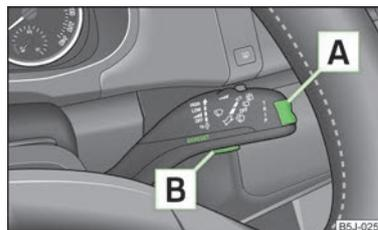

Fig. 6
La conmutación de las memorias se efectúa con la tecla **B** **»** fig. 6 de la página 13 en la palanca del limpiaparabrisas.
La tecla basculante **A** **»** fig. 6 y la tecla **B** se encuentran en la palanca del limpiaparabrisas.
» Pulsar ligeramente la tecla **B** **»** fig. 6.
» Pulsar brevemente la tecla basculante **A** **»** fig. 6 arriba y abajo. De ese modo se activan, una tras otra, las funciones individuales del indicador multifunción.
» Pulsar la tecla **B** **»** fig. 6 más tiempo.
Si la temperatura exterior disminuye por debajo de +4 °C, aparecerá delante de la indicación de la temperatura un símbolo de copo de nieve (advertencia de formación de placas de hielo) y sonará una señal acústica. Después de pulsar la tecla basculante **A** » fig. 6 de la página 13, se representa la función que se visualizó por última vez.
En la pantalla aparece el tiempo de marcha desde la última vez que se borró la memoria. Cuando se desee medir el tiempo de marcha desde un momento determinado, se deberá poner en ese momento preciso la memoria a cero, pulsando para ello la tecla **B** » fig. 6 de la página 13.
Si se desea calcular el consumo medio de combustible para un período de tiempo determinado, deberá poner la memoria a cero al comenzar la nueva medición pulsando la tecla **B** » fig. 6 de la página 13. Tras borrarla, en la pantalla no se muestra ningún valor durante los primeros aprox. 300 metros de recorrido.
En la pantalla aparece el kilometraje recorrido desde la última vez que se borró la memoria » página 13. Cuando se desee medir el recorrido desde un momento determinado, se deberá poner en ese momento preciso la memoria a cero, pulsando para ello la tecla **B** » fig. 6 de la página 13.
La pantalla indica la velocidad media en km/h desde la última vez que se borró la memoria » página 13. Si se desea medir la velocidad media durante un periodo determinado, se deberá poner la memoria a cero al principio de la medición accionando la tecla **B** » fig. 6 de la página 13.
- Mediante la tecla **A** » fig. 6 de la página 13 seleccionar la opción **Advertencia al sobrepasar la velocidad** del menú.